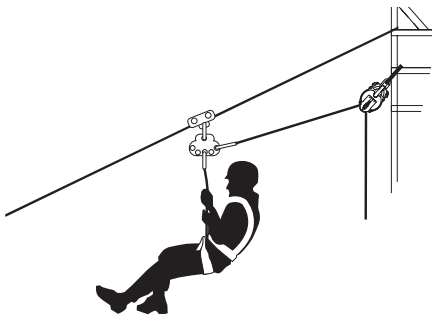

Fig. 12
7.3. Evacuación voluntaria en plano inclinado (Fig. 12)